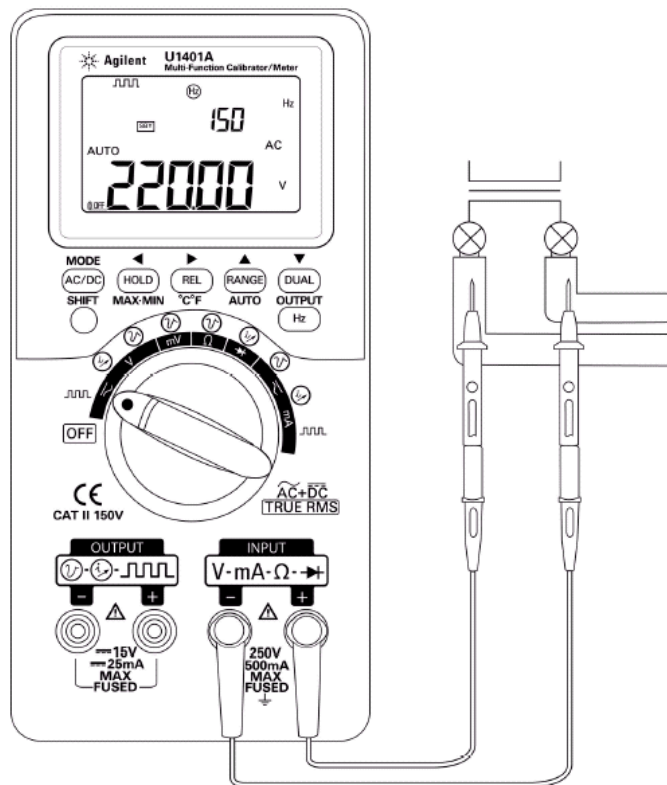

Рис. 3-2 Измерение переменного напряжения
2. Нажмите кнопку AC/DC , чтобы выбрать измерение переменного (AC) напряжения.
3. Присоедините красный измерительный провод с пробником к входному гнезду "+", а черный измерительный провод с пробником – к входному гнезду "-" (см. рис. 3-2).